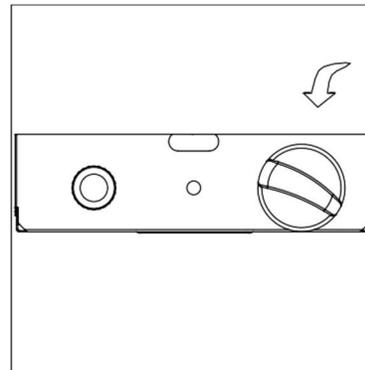

Figura 5
8. Empuje y gire la perilla de control a la posición de "HIGH", luego suéltela. Si desea una temperatura más baja, presione la perilla de control y gírela en sentido contrario a las agujas del reloj hasta la posición "LOW" (Figura 5).